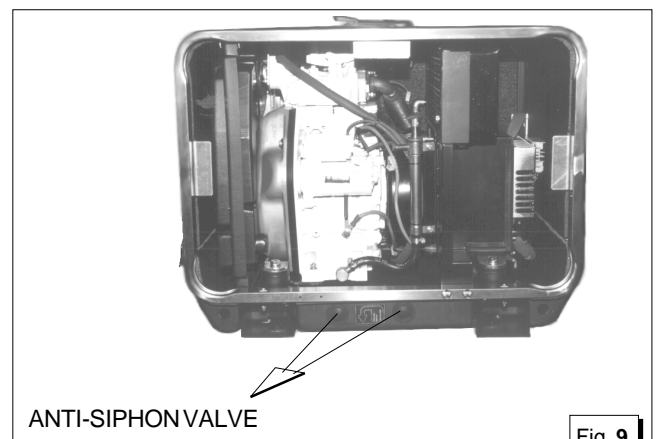

Fig. 9
*N.B.: Si consiglia di portare il condotto di drenaggio in sentina perchè dallo stesso, durante il normale funzionamento, potrebbero fuoriuscire piccole quantità di acqua. La cassa è già predisposta con n° 2 fori per l'allacciamento della valvola antisifone (fig. 9).*
The box already includes 2 holes to connect the anti-siphon valve (fig. 9).*
*NOTE: Nous conseillons de porter la conduite de drainage jusqu'à la sentine car de petites quantités d'eau pourraient s'écouler de cette conduite durant le fonctionnement normal. La caisse est déjà prédisposée avec 2 orifices pour le raccordement de la soupape antisiphon (figure 9).*